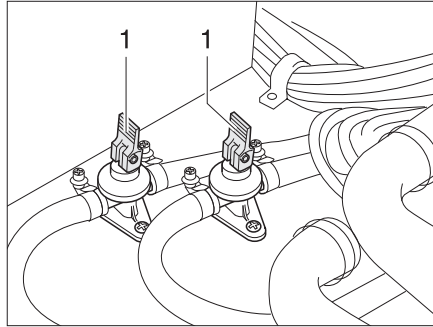

Fig. 121 Rubinetti di scarico
- Chiudere i rubinetti di scarico. A questo scopo, posizionare orizzontalmente le leve a bilanciere (Fig. 121,1).
- Aprire i rubinetti di scarico (Fig. 121). A questo scopo, posizionare verticalmente le leve a bilanciere (Fig. 121,1). Il boiler viene svuotato verso l'esterno tramite i rubinetti di scarico.